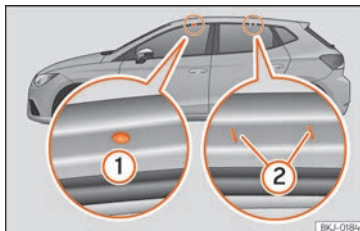

Abb. 117 Befestigungspunkte der Längsträger für den Dachgepäckträger.
Die vorderen und hinteren Befestigungspunkte ① und ② sind nur bei geöffneten Türen sichtbar »» **Abb. 117**.